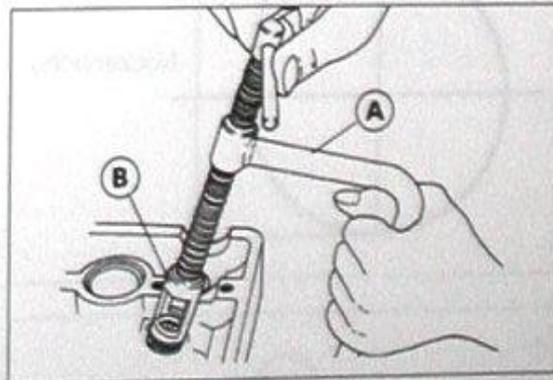

Bild 164
- Ventile mit Ventilsfederhalter ausbauen (Bild 164). Ventilsfedern nur soweit zusammendrücken, bis Ventileile mit Pinzette oder Magnetheber entfernt werden können oder herausfallen. Teile nicht mischen und so aufbewahren, dass sie in ursprünglicher Einbaulage wieder montiert werden können!